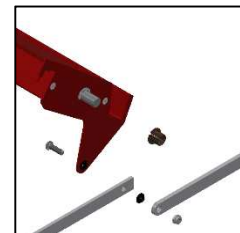

Abbildung 85
- » Endkappen Lamelle mit langer (39) und kurzer (40) Schubstange verbinden (45+47). Verbindung mit Inbus- und Gabelschlüssel nur so fest anziehen, damit diese Verbindung beweglich bleibt (Abbildung 85)
- » Beachten Sie, dass bei der ersten Lamelle eine Schraube M6x20 (45) verwendet wird, alle weiteren Verbindungsschrauben sind M6x16